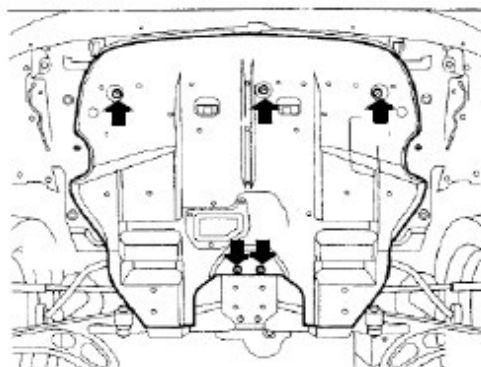

図 1-1
- (1) バッテリーのマイナス端子を取外してください。
- (2) ストラットタワーバーを取外してください。
- (3) アンダカバーを取外してください。(図 1-1)
- (4) 冷却水を抜取ってください。